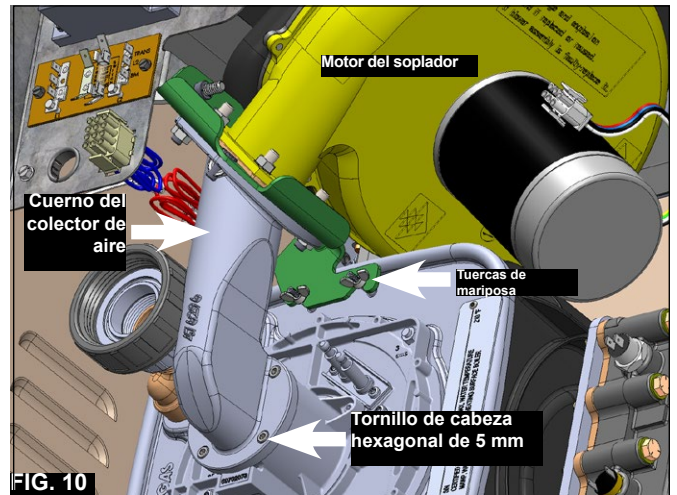

FIG. 10
9. Afloje las tuercas de mariposa (2 ud.) del soporte del soplador. Retire el motor del soplador y déjelo a un lado. A continuación, con ayuda de una llave Allen, retire los tornillos con cabeza hexagonal (4 ud.) que sujetan el colector de aire (cuerno) al conjunto del colector con quemador y retírelo. Déjelos a un lado. (Fig. 10, 11).